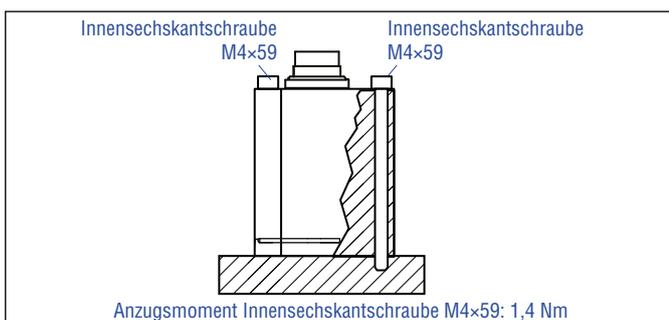

Abb. 30: Befestigung mittels Innensechskantschrauben M4×59
- Montieren Sie das Sensorelektronikgehäuse über die drei Innensechskantschrauben M4×59 aus unmagnetischem Material. Anzugsmoment: 1,4 Nm (Abb. 30). Sichern Sie die Schrauben vor dem Wiedereinbau, z.B. mit Loctite 243.
- Montieren Sie das Sensorelektronikgehäuse über drei Innensechskantschrauben M4×59 aus unmagnetischem Material. Anzugsmoment: 1,4 Nm (Abb. 30). Sichern Sie die Schrauben vor dem Wiedereinbau, z.B. mit Loctite 243.